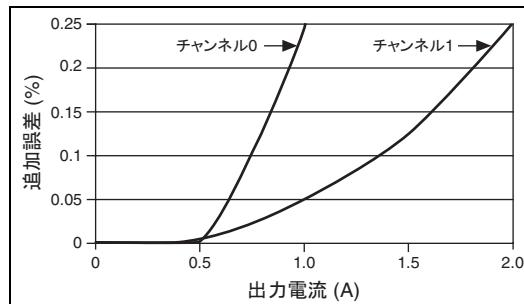

図 3 確度仕様低下 vs. 負荷電流
† 500 mA 以上の電流については、図 3 の 確度仕様低下 vs. 負荷電流 を参照してください。
* 500 mA 以上の電流については、図 3 の 確度仕様低下 vs. 負荷電流 を参照してください。